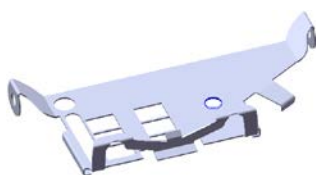
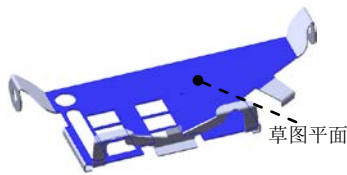

图 6.80 切除—拉伸 8
图 6.81 草图平面
Step29. 创建图 6.80 所示的切除—拉伸 8。
(1) 选择命令。选择下拉菜单 **插入(I)** → **切除(C)** → **拉伸(E)...** 命令。
(2) 定义特征的横断面草图。
① 定义草图平面。选取图 6.81 所示的模型表面作为草图平面。